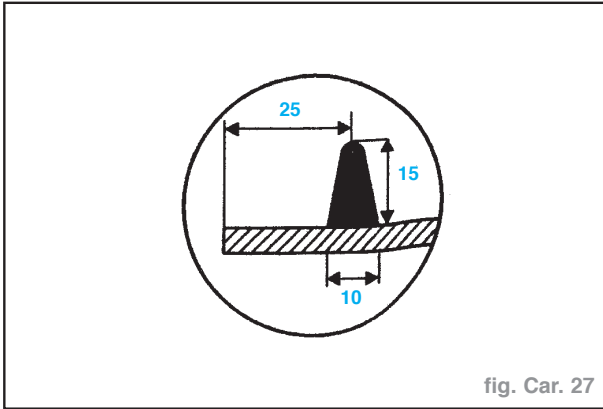

fig. Car. 27
- Utiliser le guide de fabrication locale (fig. Car. 27).